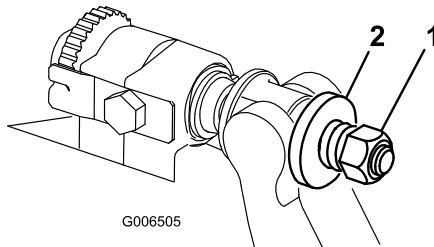

Figura 29
- Apriete la tuerca de tensado del muelle hasta que el muelle esté comprimido del todo, luego aflojela 1/2 vuelta (Figura 29).